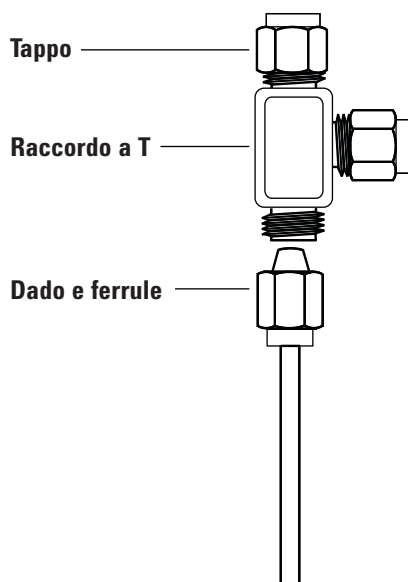

Figura 19. Raccordo a T Swagelok
- 1 Tagliare il tubo nel punto in cui si deve installare il raccordo a T. Collegare il tubo e il raccordo a T con un raccordo Swagelok. Vedere **Figura 19**.